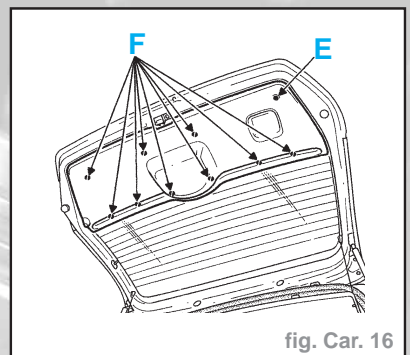

fig. Car. 16
- Déposer la vis de fixation (E) (fig. Car. 16).